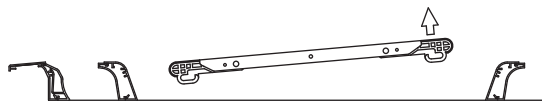

Рис. 5-12
- 3) Сдвиньте монтажную решетку, чтобы полностью снять ее, как показано на рис. 5-12 и 5-13.